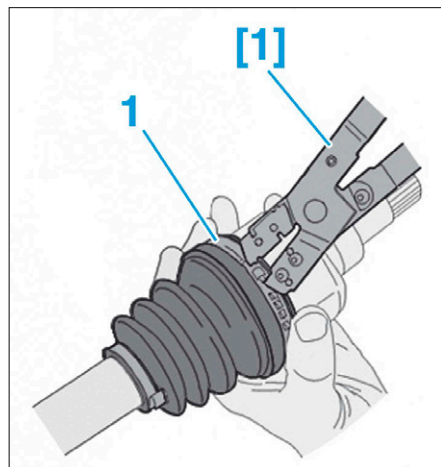

FIG. 16
- Positionner correctement le collier (1) et le serrer à l'aide de l'outil [1] (Fig.16).